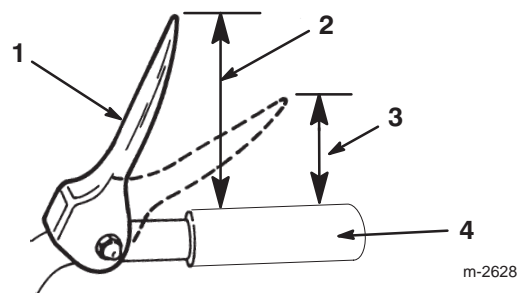

Figure 11
3. Réglez la position des deux contre-écrous à bride sur la tige de traction supérieure vers le haut ou vers le bas pour que l'extrémité de la manette de commande de traction soit à environ 13 cm du haut de la poignée (Fig. 11).
Remarque : Le réglage est correct si les roues cessent de tourner quand le bout de la manette de commande de traction est à une distance de 7,5 à 10 cm du haut de la poignée (Fig. 11).